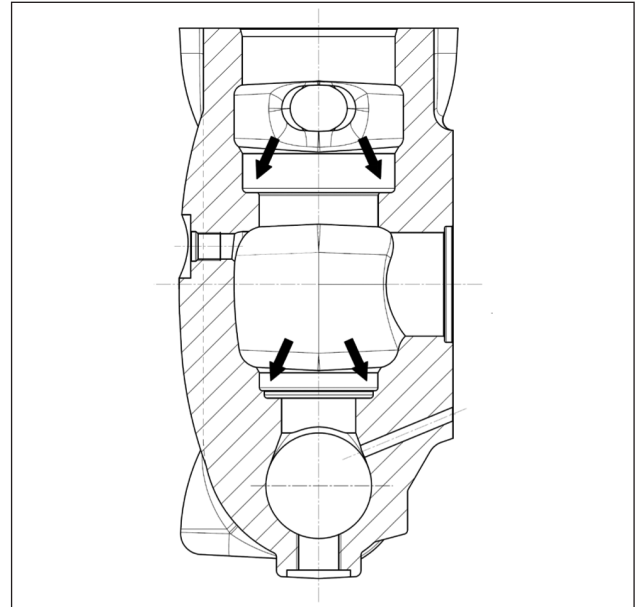

Fig. 115
Avant de replacer les groupes de la soupape, nettoyer et essuyer à fond les logements correspondants situés dans la tête et indiqués par les flèches (rep. ①, Fig. 115).